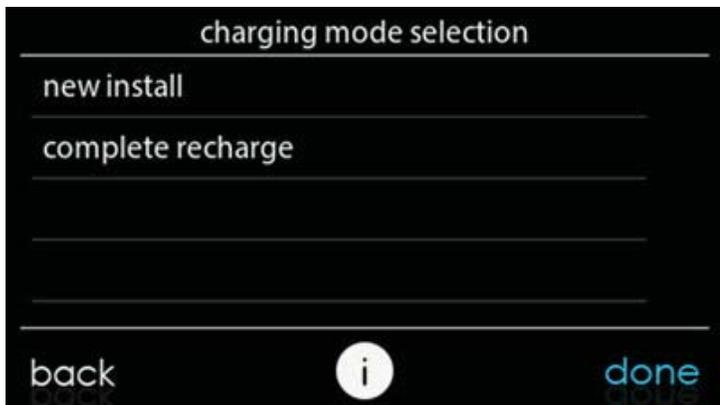

Fig. 19 – Selección del modo de carga A200037
12. Si se trata de una instalación nueva, es decir, la unidad exterior está cargada de fábrica, seleccione "New install" (Nueva instalación) en la pantalla "Charging mode selection" (Selección de modo de carga) (consulte la Fig. 19).